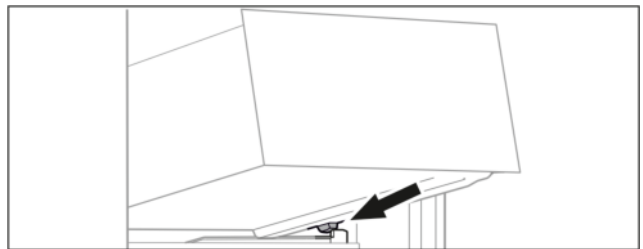

Fig. 31
- Schubfach schräg hinter den Stoppern auf Behälterrippe aufsetzen. (siehe Fig. 31)